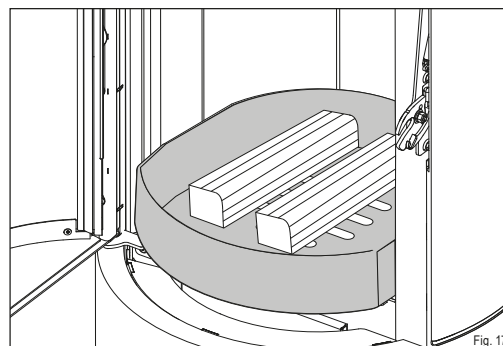

Fig. 17
- Placez deux bûches (4) avec un poids total de 1,4 kg au centre dans le foyer (avec la partie frontale orientée vers l'avant)
- Laissez env. 5 cm d'écart avec la vitre du foyer (Fig. 17).